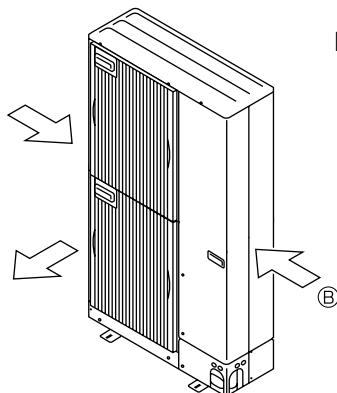

Fig. 3-4
- ③ Coloque la unidad de manera que la salida de aire sople en dirección perpendicular a la dirección estacional del viento, si lo conoce. (Fig. 3-4)